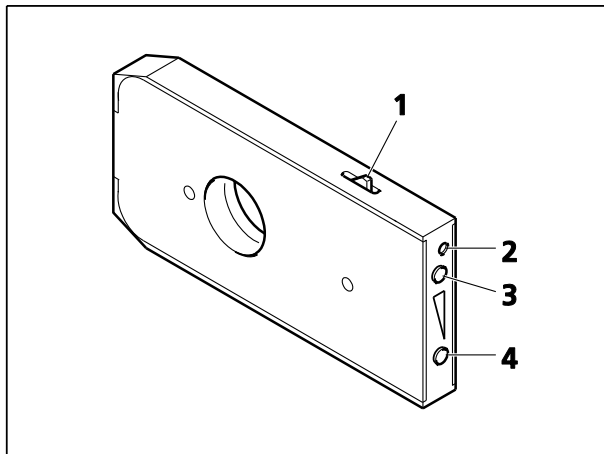

Fig. 82 Insertion / retrait de l'atténuateur FL mot.
- Avant d'insérer l'atténuateur FL, activer d'abord le mécanisme encliquable (Fig. 82/1) en le poussant à l'intérieur. À l'extrémité avant droite (Fig. 82/2), une petite plaque argentée apparaît. Pousser ensuite l'atténuateur FL dans l'emplacement correspondant jusqu'à ce qu'il s'enclenche.
- Pour retirer l'atténuateur FL, insérer un tournevis dans l'orifice du haut (Fig. 82/2) et enfoncer la plaque argentée pour désactiver le mécanisme encliquable. Incliner légèrement le
- L'atténuateur FL dispose de six positions qui peuvent être réglées en appuyant sur les boutons (Fig. 82/3) ou (Fig. 82/4) pour avancer ou reculer.